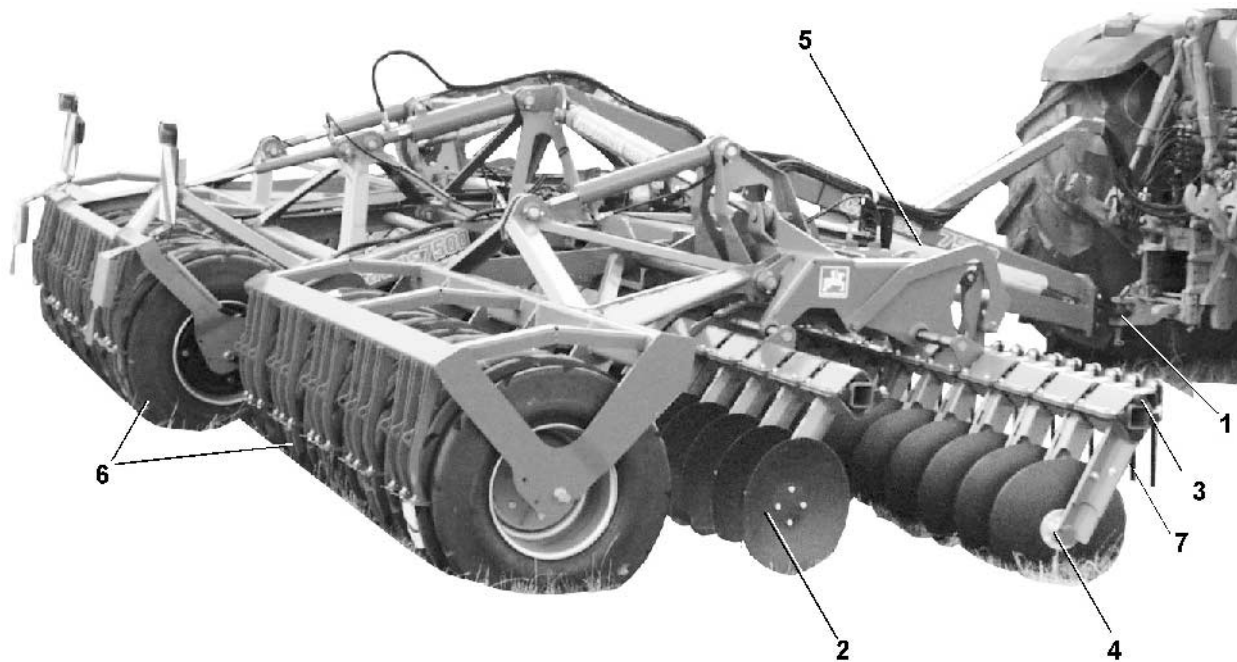

Fig. 11
Catros-malli kytketään traktoriin vetovarsiripustuksen (Fig. 11/1) avulla.
Jumiutumattomat kiekot (Fig. 11) sijaitsevat 17°:n kulmassa edestä ja 14°:n kulmassa takaa ajosuuntaan katsottuna.
Kiekkojen laakerointi (Fig. 11/4) muodostuu kaksirivisestä viistokuulalaakerista, liukurengastiivisteestä ja öljyn täyttöaukosta. Laakeri ei siis kaipaa huoltoa.
- Kaikkien kiekkojen limitys säädetään siirtoyksiköllä (Fig. 11/5) työsyvyyden ja nopeuden mukaan. Sääto tehdään AMAZONE-epäkeskotapeilla.